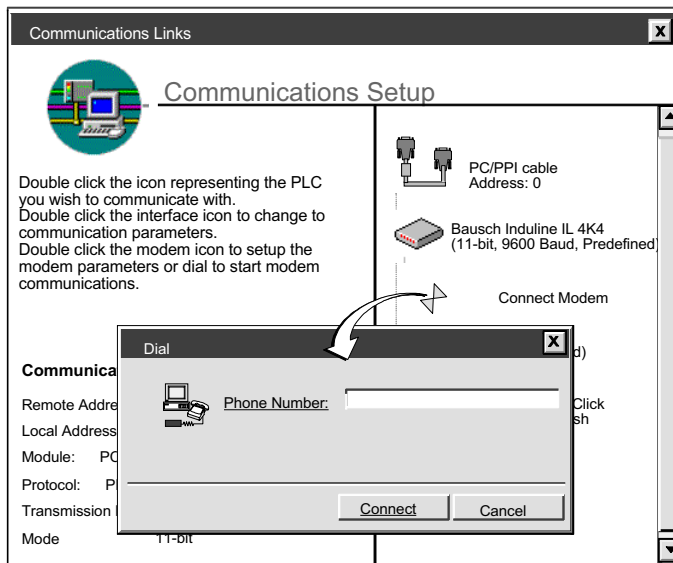

图 7-16 连接调制解调器
1. 双击 Communications Setup 对话框中的 Connect Modem 图标连接调制解调器, 出现拨号窗口, 见图 7-16。